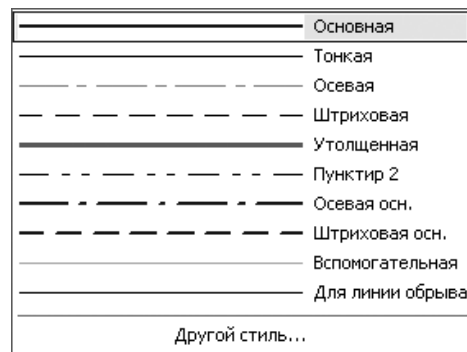

Рис. 3.73. Раскрытый список Стиль
- щелкните в **Панели свойств: Окружность** по раскрывающемуся списку **Стиль**. Этот список раскроется (рис. 3.73).